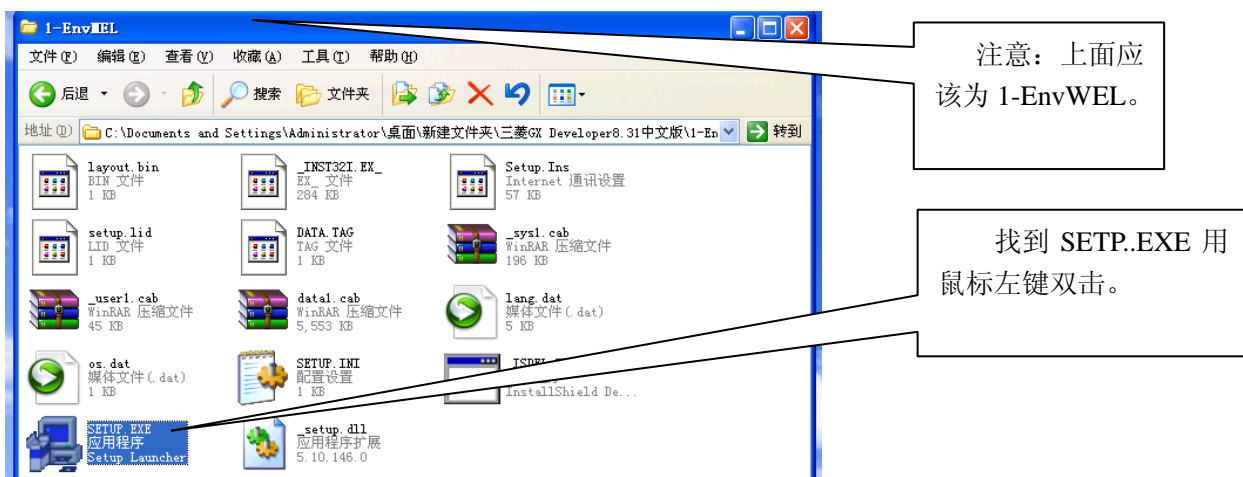

图3-10 软件安装
* 打开 1-EnvMEL 文件夹找到 SETP. EXE 程序如下图 3-10 所示；